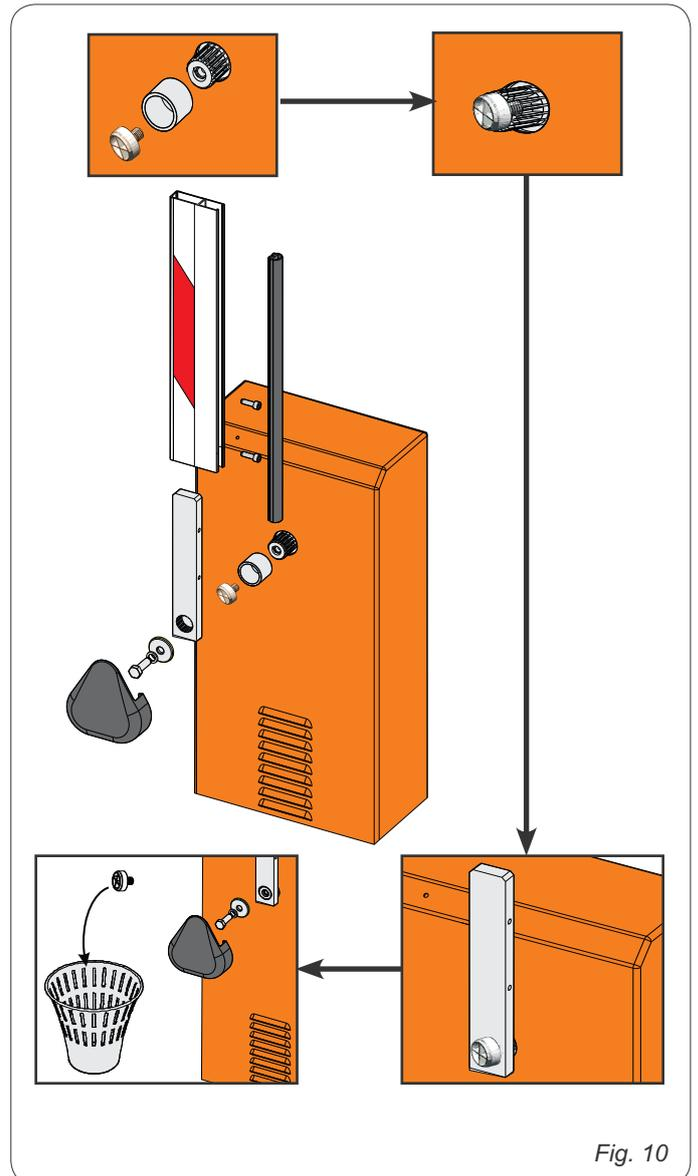
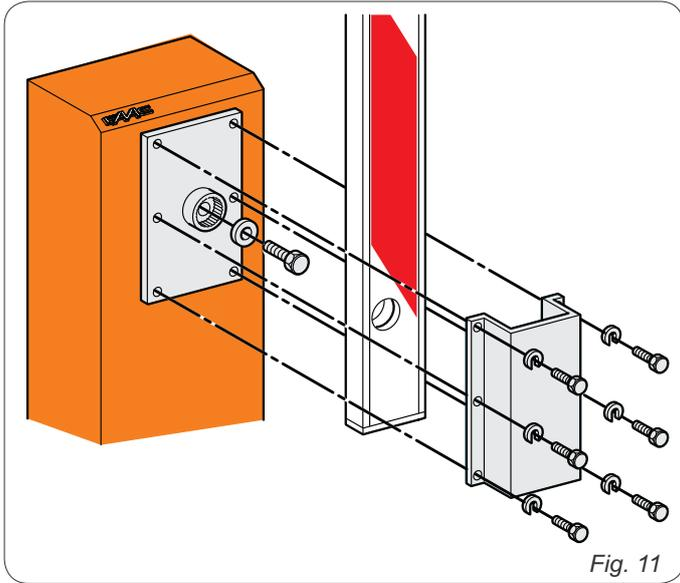

Fig. 10
Fig. 11
4. Montar a cancela utilizando porcas e parafusos fornecidos com o equipamento, como indicado nas fig. 10 ou 11 (O perfil de borracha da cancela deve estar voltado para o sentido de fechamento).
2. Posicionar a cancela na posição de abertura e removê-la da cavidade, como indicado na Fig. 10 ou na Fig. 11.